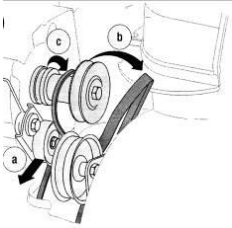

Figura 17
- Sollevare la cinghia dello sterzo dalla ruota motrice del motore. Vedere la figura 17.